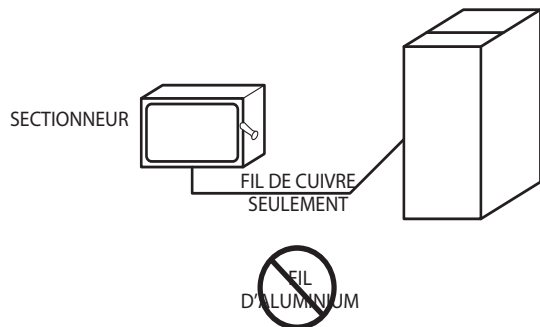

Fig. 33 – Coffret électrique externe fourni sur place sur le caisson de la chaudière A190279FR
Ne branchez pas de fil d'aluminium entre le disjoncteur et la chaudière. Utilisez uniquement du fil de cuivre. Consultez la Fig. 33.
1. Percez deux (2) trous de 3 mm (1/8 po) dans les dépressions du caisson de la chaudière près de la découpe de 22 mm (7/8 po) sur le côté du caisson. Ne retirez pas la découpe du côté du caisson.
9. Raccordez les fils d'alimentation et neutres sur place aux fils d'alimentation électrique de la chaudière à l'intérieur du coffret électrique externe, tel qu'illustré à la Fig. 33.